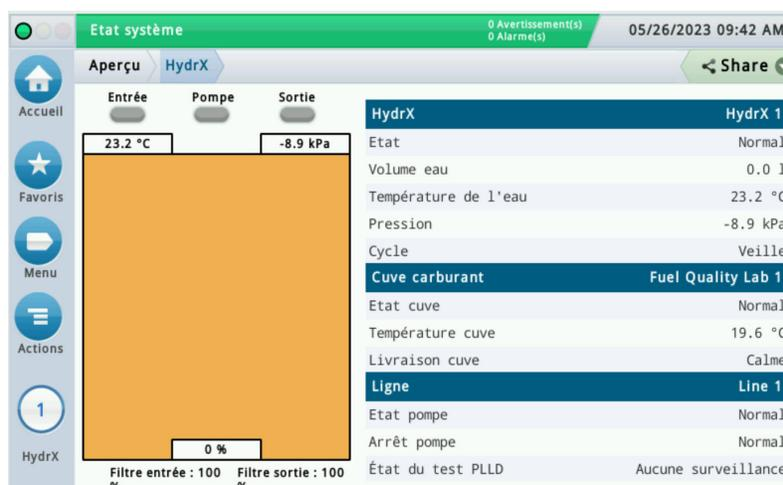

Figure 2. Écran d'aperçu du système HydrX
1. Touchez **Menu>Aperçu>HydrX** pour ouvrir l'écran d'aperçu du système HydrX (voir Figure 2).